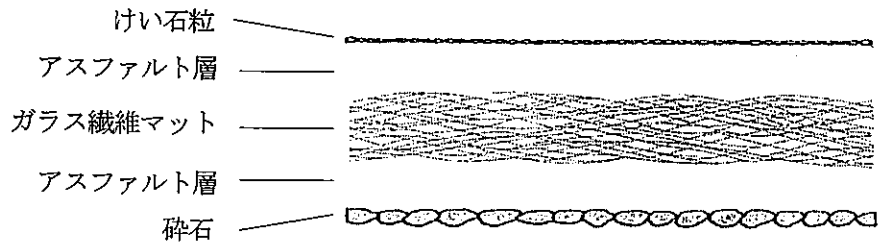

図4 ガラスマット基材部分接着用ルーフィングの断面構成
防湿層	<p>有機質量 4201.5g/m² 以下、または防湿層なし (内部結露の問題のない場合)</p> <p>防湿材：以下の(1)~(3)のうち、いずれか一仕様または防湿材なし</p> <p>(1) ガラスマット基材部分接着用ルーフィング： 厚さ 2.0~2.5mm、質量 2000~2500g/m² (有機質量 1201.5g/m² 以下) けい石粒：平均粒径 0.15mm、質量 250~350g/m² アスファルト層：質量 1000~1590g/m² (2層合計) 炭酸カルシウム：アスファルト=25 (±8) : 75 (±8) ガラス繊維マット：質量 60g/m² (アクリル系バインダー15質量%含む) 砕石：平均粒径 0.85~1.20mm、質量 300~500g/m² ・ガラスマット基材部分接着用ルーフィングの断面構成を図4に示す。</p> <p>(2) アスファルトルーフィング (JIS A 6005)： 厚さ 1.0~2.0mm、質量 1500g/m² (有機質量 900~1100g/m²)</p> <p>(3) 粘着層付き改質アスファルトルーフィング： 厚さ 0.3~1.5mm 質量 500~1200g/m² (有機質量 500~1200g/m²) フィルム層 (PET または PP)：厚さ 50 μm、質量 70g/m² 粘着層 (改質アスファルト系)：質量 430~1130g/m² (2層合計)</p> <p>防湿層接着剤 (防湿材の下面)： 以下の(1)、(2)のうち、いずれか一仕様または接着層なし (防湿材(3)を用いる場合及び防湿材なしの場合) とする。</p> <p>(1) 改質アスファルト：固形量 500~1500g/m² (2) 防水工事用アスファルト：固形量 500~1500g/m² (引火点 280~350℃ (JIS K 2207 による))</p>